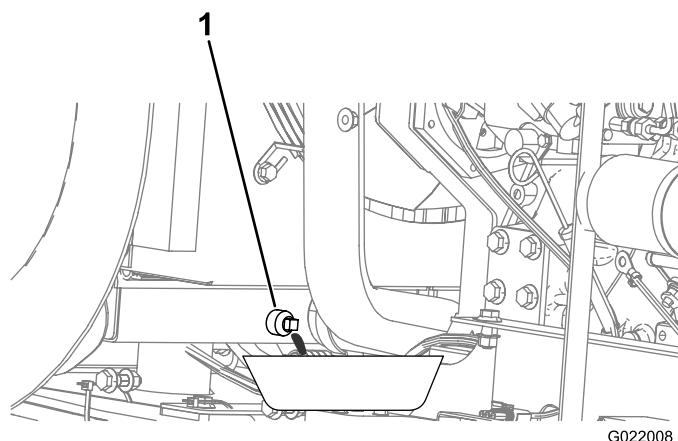

Figura 138
5. Coloque un recipiente debajo del tapón de vaciado (Figura 138).
8. Cierre el tapón de vaciado (Figura 138).
- C. Cierre el tapón de vaciado (Figura 138).
- H. Cierre el tapón de vaciado (Figura 138).